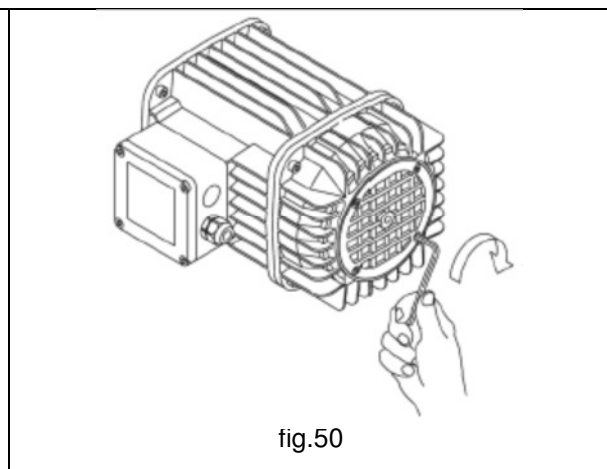

fig.50
9. Volver a montar la rejilla (aireador) enroscando completamente los cuatro tornillos (fig. 50).